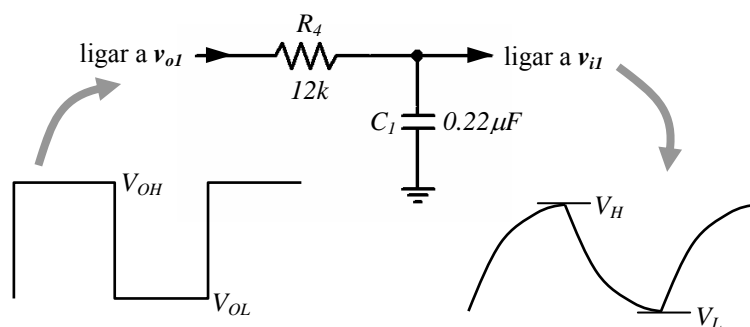
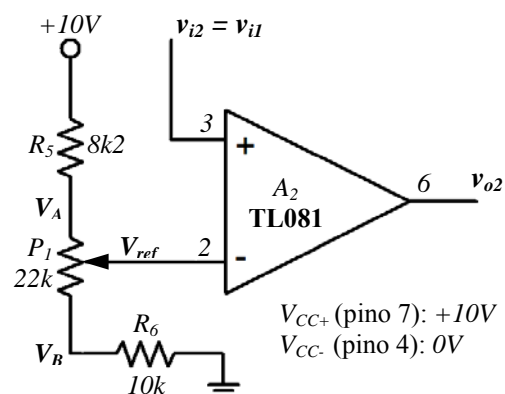

Fig. 7.9
Fig. 7.10
c) Para transformar o comparador com histerese num oscilador, basta ligar-lhe agora um circuito RC da forma indicada na fig. 7.9.
Monte o circuito RC indicada na fig. 7.9 e observe no osciloscópio as formas de onda em v_{i1} e v_{o1} . Meça a frequência dos sinais e os tempos em que v_{o1} se encontra nos valores V_{OH} e V_{OL} .
A fig. 7.10 mostra o comparador que iremos usar, baseado em mais um OpAmp TL081. Este circuito vai comparar o sinal na saída do integrador RC (o dente de serra representado na fig. 7.9), ou seja v_{i1} , com uma tensão de referência ajustável (V_{ref}) através de um potenciómetro. O resultado da comparação será o sinal PWM que actuará depois o interruptor controlado por tensão.